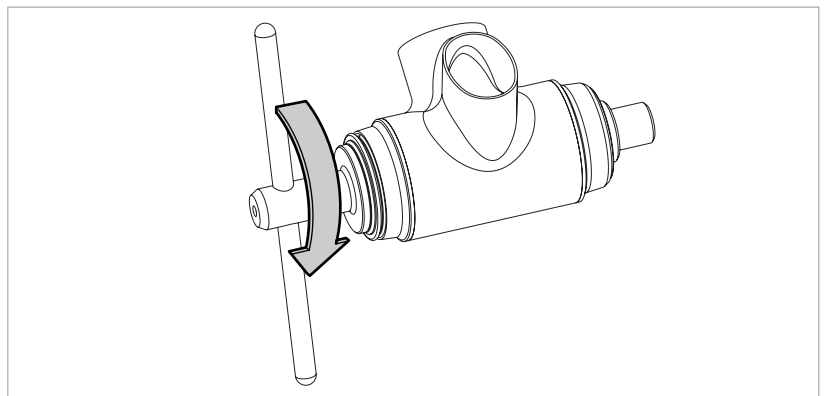

Fig.6
- Tourner le levier de l'outil UT-BB240 dans le sens des aiguilles d'une montre jusqu'à placer les deux cuvettes en butée (Fig. 6).
Avant d'extraire l'outil, veiller à avoir placé correctement les cuvettes sur la boîte de pédalier (Fig. 6).